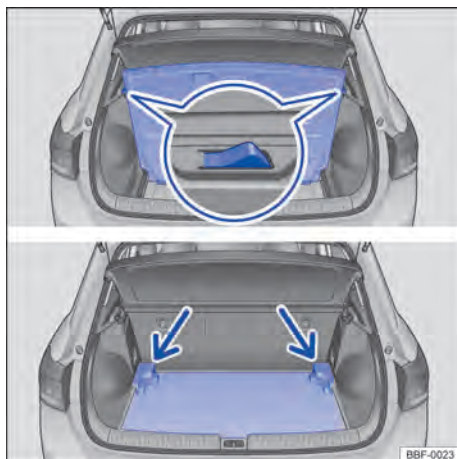

Fig. 146 En el maletero: regular la altura del piso del maletero.
- Levantar el piso del maletero y empujar hacia atrás tirando de las guías en los costados del maletero → **fig. 146** **A**.
- Levantar el piso del maletero y empujar hacia abajo, hacia la guía → **fig. 146** **B** (flechas).